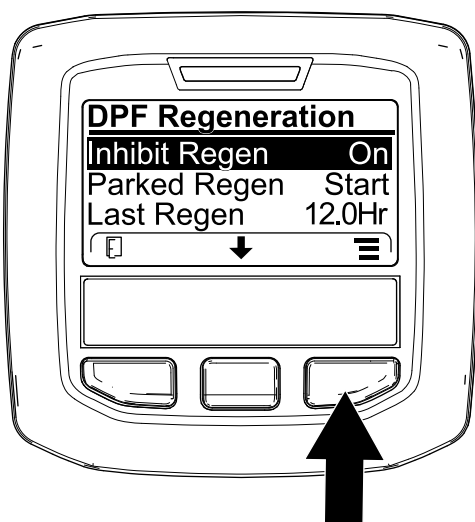
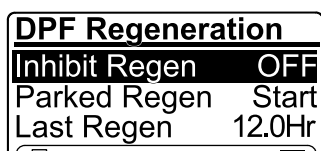

Figura 65
Figura 66
1. Vaya al menú de Regeneración del DPF, pulse el botón central para desplazarse hasta la opción INHIBICIÓN REGENERACIÓN, y pulse el botón derecho para seleccionar la opción Inhibir regeneración (Figura 65).
2. Pulse el botón derecho para cambiar el ajuste de Inhibir regeneración de Activado a Desactivado (Figura 65) o de Desactivado a Activado (Figura 66).